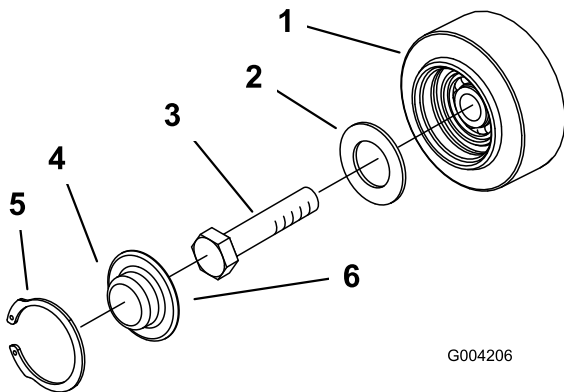

**Figura 48**
2. Retire los 4 pernos que sujetan cada guía de oruga inferior, que contienen las ruedas de rodaje, y retírelas (Figura 48).